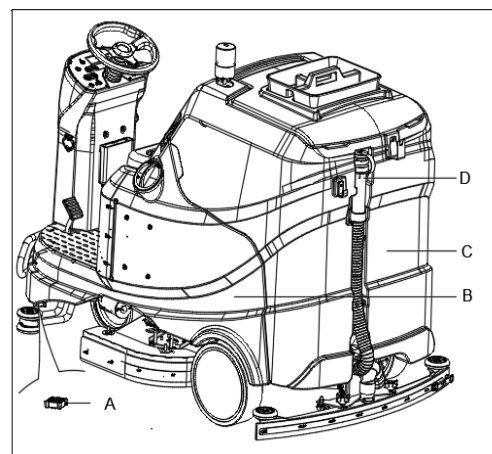

Figura 15
Cuando la pantalla multifunción (47 figura 3) muestra ERROR24 y el indicador del depósito de recogida lleno (48, figura 3) está encendido. Indica que el depósito de recogida (C, figura 15) está lleno, el motor de vacío ya no puede secar el suelo. Vacíe el depósito de recogida de la siguiente manera:
4. Vacíe el depósito de recogida con el tubo (D figura 15). Luego, enjuague el depósito (C, figura 15) con agua limpia.
1. Vacíe el depósito de solución detergente con la tapa de salida (A, figura 15). Después del uso, enjuague el depósito con agua limpia.
2. Vacíe los depósitos (B y C, Figura 15) tal y como se indica en el párrafo anterior.